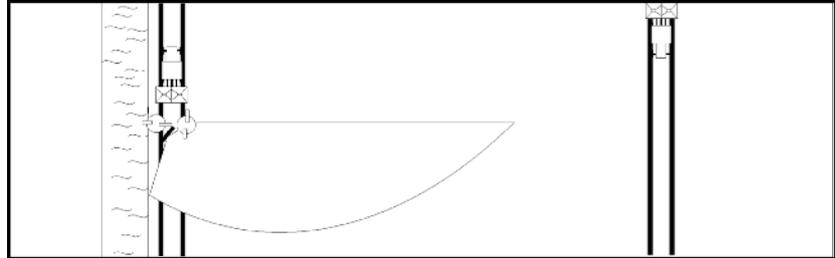

Fig. 81
- Réglez l'arête de lecture de l'aube (Fig. 81/7) de l'aube **I** sur **D** et bloquez en position l'extrémité de l'aube. Réglez et bloquez en position l'aube **I** sur la graduation **40**.